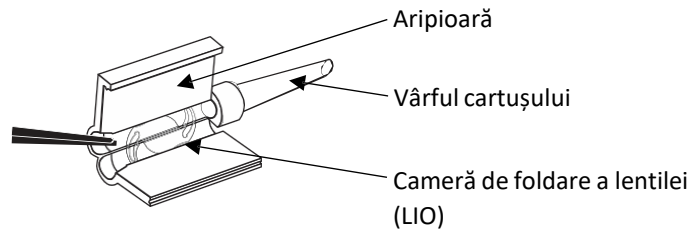

Fig. 1
7. Desfaceți și țineți aripioarele cartușului, centrați LIO și poziționați hapticile sub marginile șanturilor. Cu ajutorul unei pensete apăsați ușor lentila în jos astfel ca partea optică și hapticile să rămână poziționate sub marginile șantului așa cum este ilustrat în Fig.1